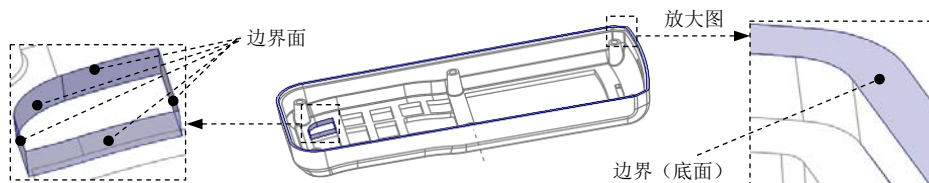

图 31.14 定义边界面
(3) 选取“边界面”(boundary surface), 操作方法如下: 选择 **视图** 功能选项卡 **模型显示** 区域中的“显示样式”按钮  , 按下  按钮, 将模型的显示状态切换到实线线框显示方式, 按住 Shift 键, 选取图 31.14 所示的边界面以及所有通孔的侧面(共计 17 个通孔), 此时图中所示的边界曲面会加亮, 松开 Shift 键, 再按住 Ctrl 键, 选取图 31.14 所示的底面(建议读者参考随书光盘中的视频录像选取)。
注意: 对一些曲面的选取, 需要把模型放大后才方便选中所需要的曲面。选取曲面时需要有耐心, 应逐一选取图 31.14 所示的 17 个通孔的侧面, 在选取过程中要一直按住 Shift 键, 直到选取结束。